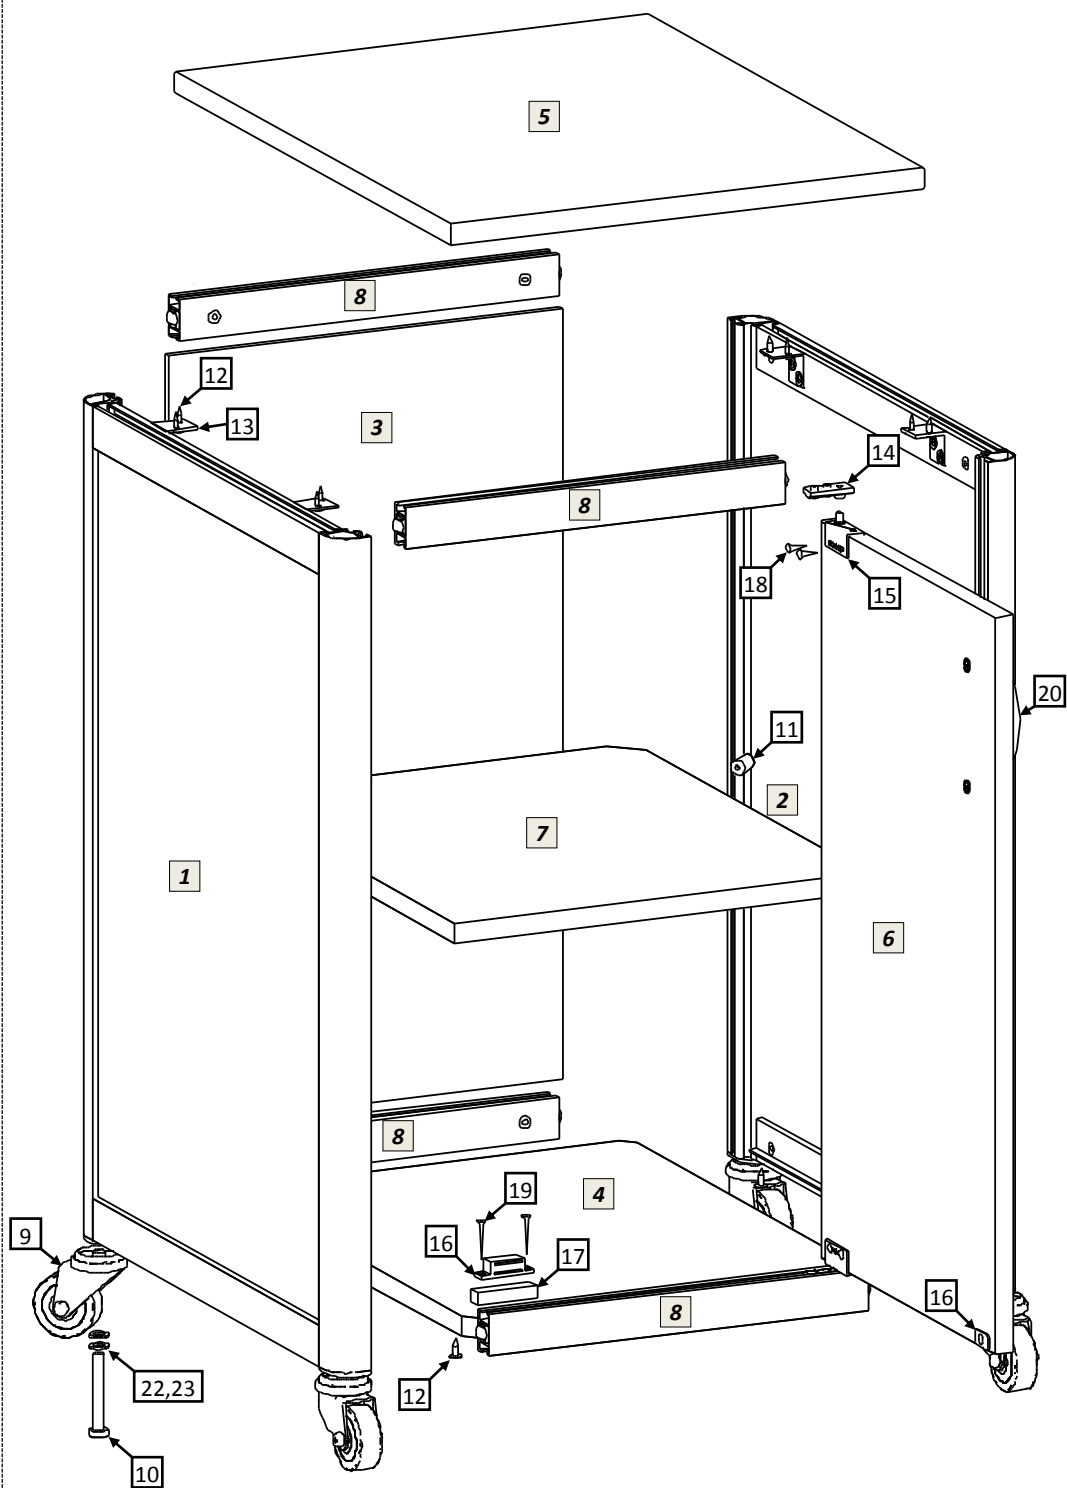

рис.1
- 5.1 Распаковав тумбу, внимательно ознакомьтесь со схемой сборки, изображённой на рис.1. Согласно позициям на схеме и комплектовочной ведомости определите расположение деталей в изделии и порядок их сборки. Сборка производится на ровном полу, укрытом материалом, предотвращающим повреждение покрытия пола и деталей мебели. Подготовьте необходимые для сборки инструменты – плоскую и крестовую отвёртки, молоток, рулетку или линейку, гаечный ключ 13мм для установки колёсных опор, шуруповёрт.